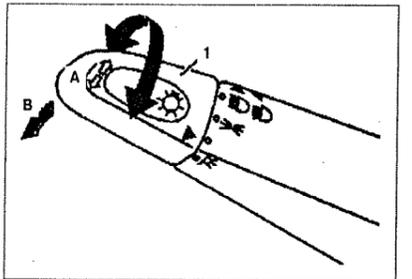

Рис. 1.25. Проверка габаритных и парковочных огней.
5. Поверните выключатель фар 1 в положение и нажмите вверх выключатель противотуманных фар 2 (см. рис. 1.25, 1.26). Проверьте габаритные огни, противотуманные фары, парковочные огни, заднюю противотуманную фару на работоспособность.